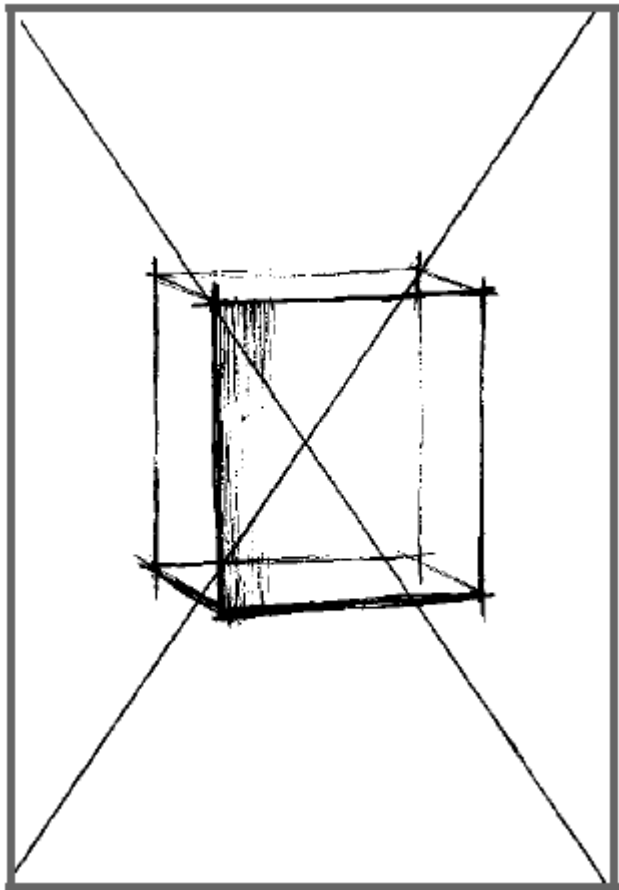

Рисунок 15 – Расположение рисунка на листе бумаги
1.3. Линейный набросок можно выполнять карандашом, кистью, пером и тушью, сангиной и другими материалами. В линейном наброске линия служит для показа объема, т.е. пространственного решения объема. Линия – это наиболее распространенное средство изображения. Она выражает движение глаз, воспринимающих объект. Прежде всего, мы видим замкнутую линию контура – абрис силуэта, как линию границы поверхности объекта. Линией komponуют лист, определяют пропорции, характер формы. Рисуя один предмет на листе, следует располагать его выше геометрического центра листа, получаемого пересечением диагоналей. Слева и справа необходимо оставить пространство, чтобы предмет не упирался в края бумаги или не был сдвинут в какую-то одну сторону (рисунок 15). Линия может применяться как ведущее изобразительное средство, в этом случае подчиненность деталей и пространственные отношения передаются за счет разницы в толщине линий (штрихов).